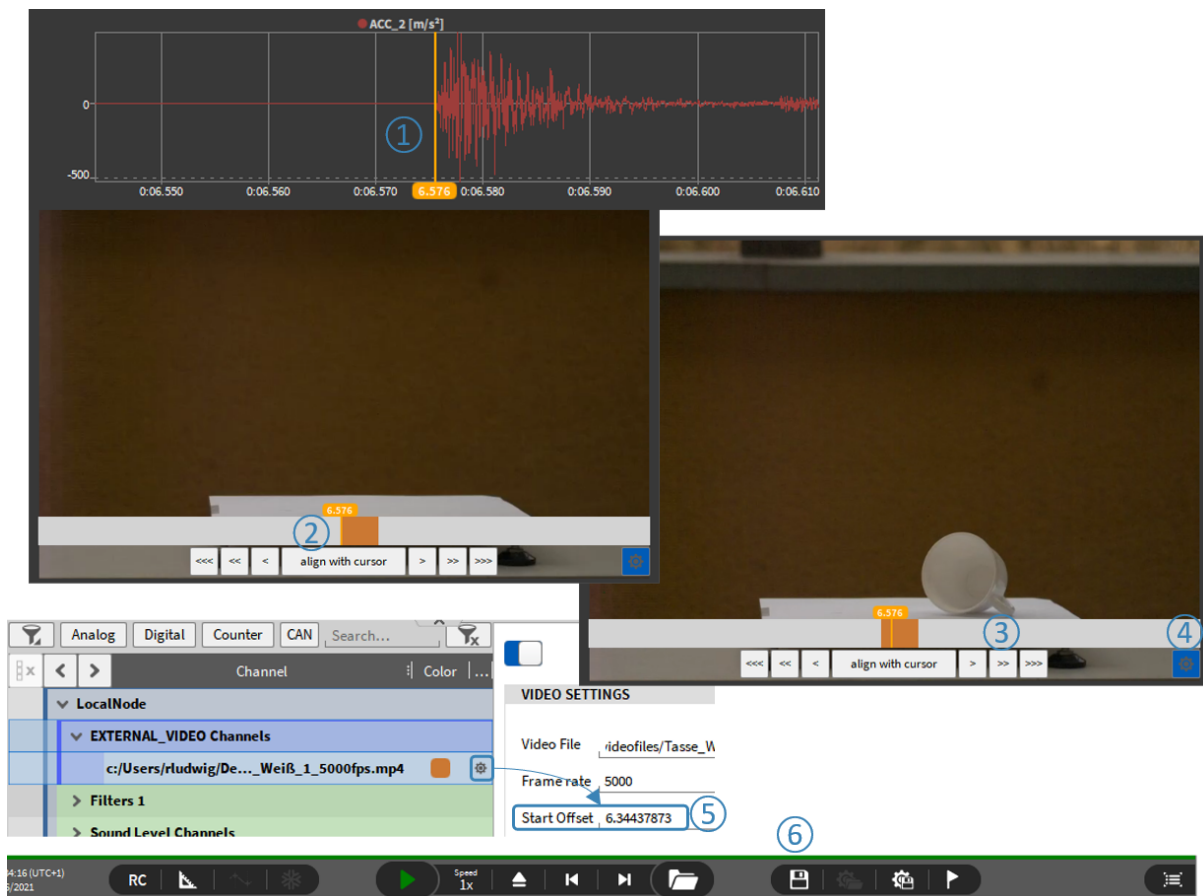

Abb. 7.170: Ausrichten von Video- und Sensordaten
1. Verwenden Sie den Recorder, um den orangefarbenen Cursor zum Referenzereignis für die Datensynchronisierung zu bewegen (siehe ① in Abb. 7.170)
2. Drücken Sie *mit dem Cursor ausrichten*, um den Videostart in die orange Cursorposition zu bewegen, um eine grobe Zeitanpassung vorzunehmen (siehe ② in Abb. 7.170)
3. Verwenden Sie für Feinzeitanpassungen die Schaltflächen <<<, <<, < & >, >>, >>>, um die Zeitachse auszurichten (siehe ③ in Abb. 7.170)
4. Wenn Sie fertig sind, kann die Zeitleiste ausgeblendet werden (siehe ④ in Abb. 7.170)
5. Der absolute Zeitversatz ist auch im Kanal-Setup des Videos zu sehen (siehe ⑤ in Abb. 7.170)
6. Die Einstellungen können im Datenfile gespeichert werden (siehe ⑥ in Abb. 7.170)